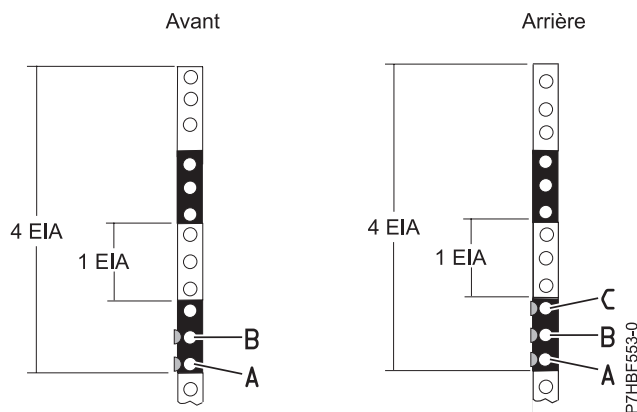

Figure 21. Marquage des orifices à l'avant et à l'arrière du châssis de l'armoire
3. Commencez par l'orifice identifié par votre marque (**A**). Comptez un orifice et placez une seconde marque (**B**). Marquez l'armoire de sorte que la marque soit également visible depuis l'arrière de l'armoire (voir figure 21).
6. Commencez par l'orifice identifié par votre marque (**A**). Comptez un orifice et placez une deuxième marque (**B**) (voir figure 21).
7. Commencez par l'orifice identifié par votre marque (**B**). Comptez un orifice et placez une troisième marque (**C**) (voir figure 21).